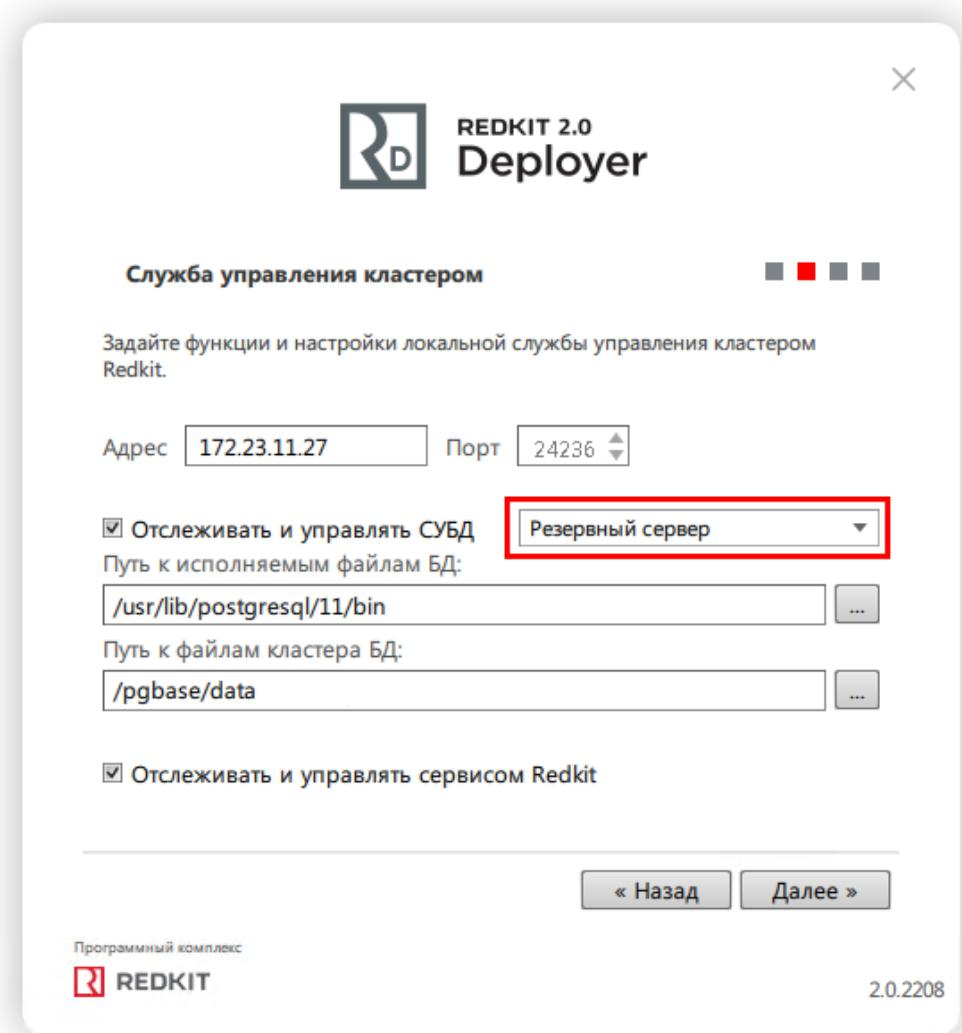

Рисунок 34 - Служба управления кластером
6. Укажите настройки службы управления кластера Redkit согласно Таблице 7 и нажмите **Далее** (Рисунок 34).